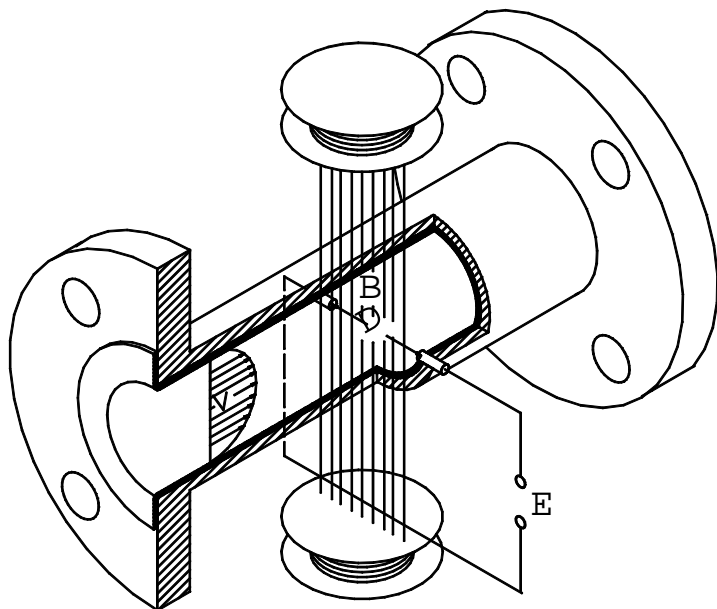

Рис.4.1
4.1.1 Принцип действия расходомера основан на явлении электромагнитной индукции (см. рис.4.1).
4.2.3 ППР представляет собой отрезок трубопровода из немагнитного материала (см. рис. 4.1), внутренняя поверхность которого футерована диэлектриком (фторопластом). В диаметрально противоположных стенках трубопровода установлены два электрода, контактирующие с измеряемой средой и предназначенные для съёма ЭДС индукции (Е). Благодаря такой конструкции ППР расходомер вносит минимальное гидравлическое сопротивление в поток жидкости. Магнитная система ППР состоит из двух согласно включённых катушек возбуждения и магнитопровода. ЭДС индукции усиливается в блоке аналоговой обработки ППМ, преобразуется в цифровую форму и поступает затем в блок цифровой обработки сигнала. Блок аналоговой обработки сигнала также формирует ток, поступающий на катушки возбуждения магнитной системы ППР.